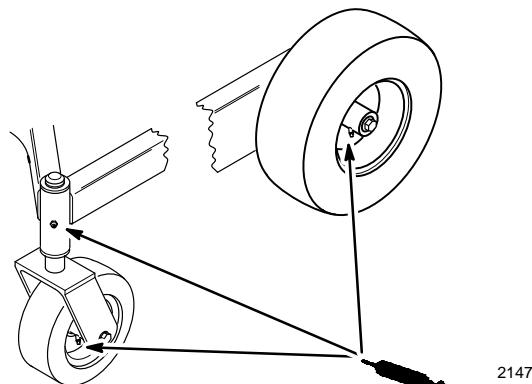

Abbildung 24
1. Radlager und vordere Radzapfen schmieren, bis Schmiermittel aus den Lagern auszutreten beginnt (Abb. 24).